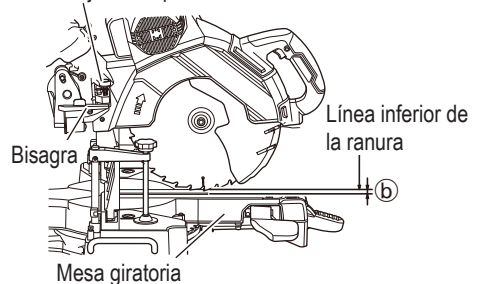

Fig. 45
- (1) Baje el cabezal del motor y rote el perno de ajuste en profundidad de 6 mm con la mano, tal y como se muestra en la Fig. 45. (Donde la cabeza del perno de ajuste en profundidad de 6 mm entra en contacto con la bisagra.)